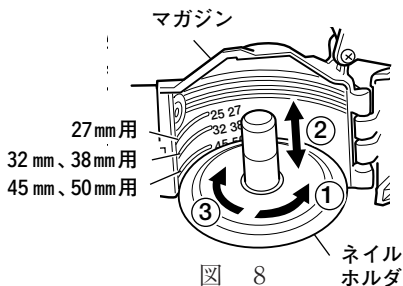

図 8
③ネイルホルダを“カチッ”と音のするまで（約90°）右に回します。（図8）